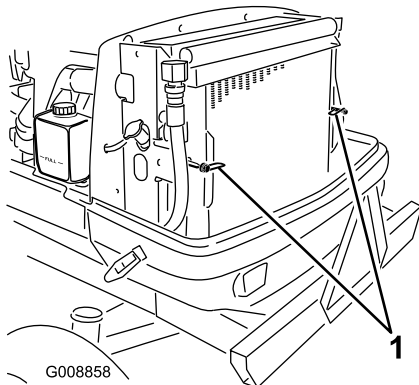

図 79
2. ラッチ (図 79) を回して、オイルクーラをフレームから外す。